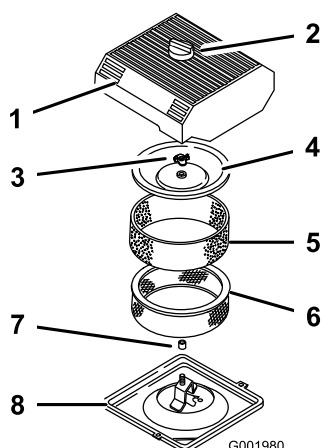

図 47
3. エアクリーナを外したときエンジン内部に異物が入らないよう、周辺をきれいに拭く (図 47)。
4. エア・クリーナのカバーのノブをゆるめてカバーを外す (図 47)。
5. ペーパー・エレメントからスポンジ・エレメントを注意深く取り外す (図 47)。
6. カバー・ナットを外し、カバーとペーパー・エレメントを外す (図 47)。
1. ペーパー・エレメントにスポンジ・エレメントを注意深く取り付ける (図 47)。
3. カバー・ナットを取り付けて指締めする (図 47)。
4. エア・クリーナのカバーとノブを元通りに取り付ける (図 47)。